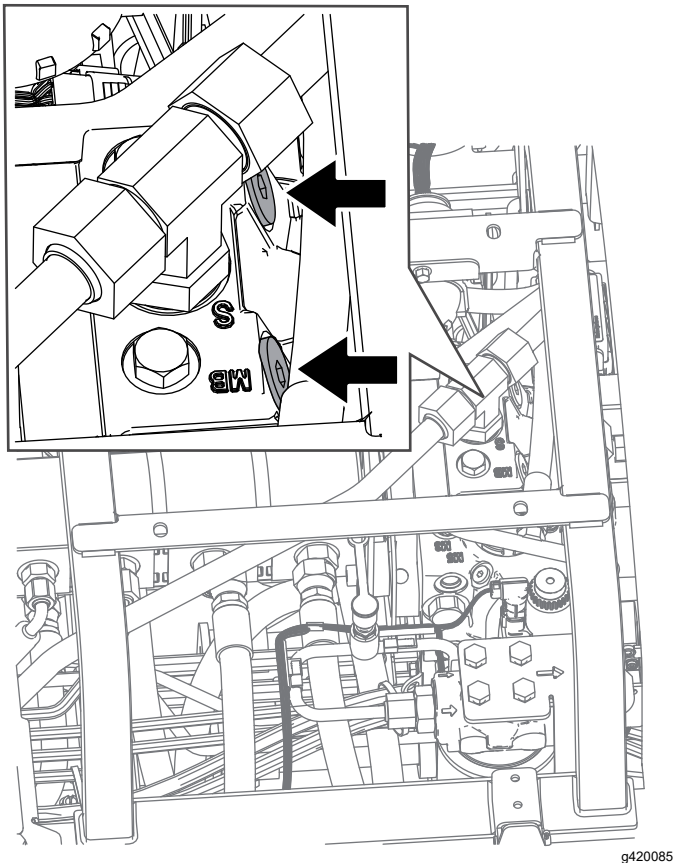

Bild 62
2. Suchen Sie unter dem Sitz die Sicherheitsventile auf der Oberseite des Hydrostatikantriebs (Bild 62).